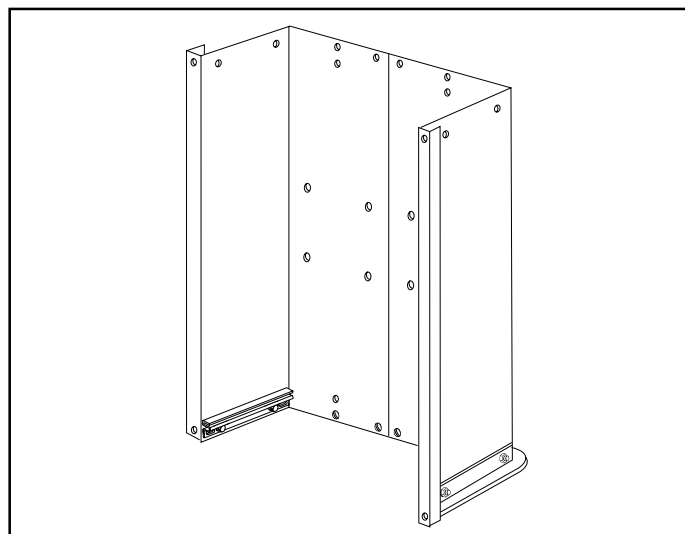

FIGURA 4
8. Con mucho cuidado, invierta la posición del carrito, de modo que descansa sobre el extremo con el soporte de refuerzo de la puerta trasera recién montado, tal y como se muestra en la figura 4. Prosiga con los pasos de montaje que se indican a continuación.